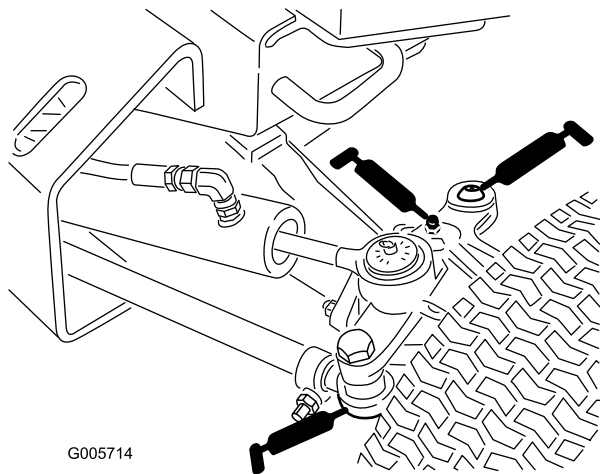

Figure 40
- Bielle de essieu (2) (Figure 40)
- Axe de pivot d'essieu (Figure 40)
- Pivots de direction d'essieu (2) (Figure 40)
- Extrémités de tige de vérin (4) (Figure 40)